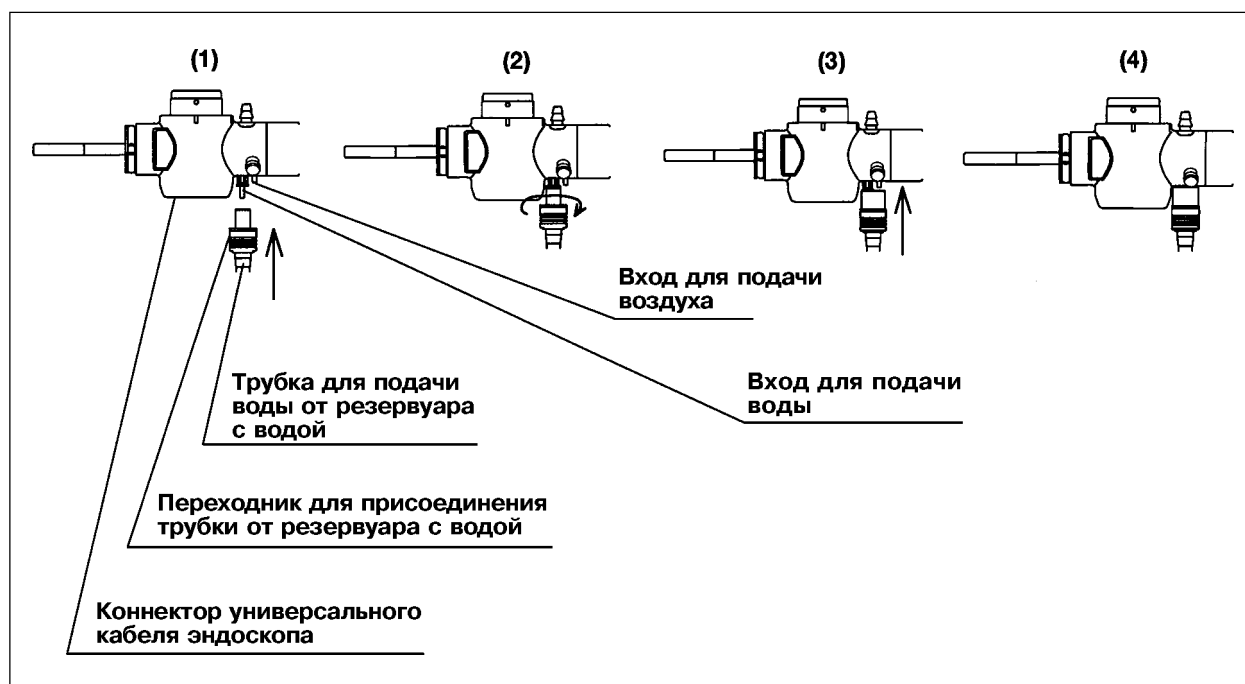

Рис. 3.20.
2. Соедините переходник трубки для подачи воды от резервуара с водой с входом для подачи воздуха и входом для подачи воды на коннекторе универсального кабеля эндоскопа, как показано на рис. 3.20.